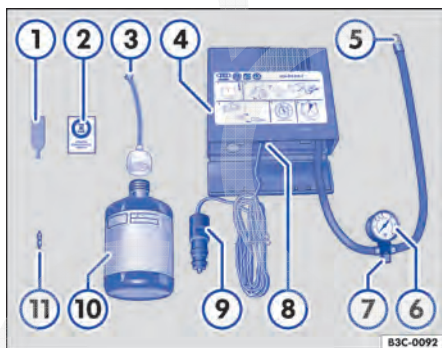

Fig. 163 Representação esquemática: componentes do kit de reparo dos pneus.
O kit de reparo dos pneus é composto pelos seguintes componentes → Fig. 163:
12. Colar o adesivo \Rightarrow Fig. 163  do kit de reparo dos pneus no painel de instrumentos, no campo de visão do condutor.
- Com a chave para remoção do elemento da válvula \Rightarrow Fig. 163 , desrosquear o elemento da válvula do pneu e colocá-lo sobre uma superfície limpa.
- Agitar a garrafa para enchimento dos pneus \Rightarrow Fig. 163  algumas vezes com força.
- Rosquear a mangueira de enchimento \Rightarrow Fig. 163  com firmeza no sentido horário sobre a garrafa para enchimento dos pneus. A película na tampa é perfurada automaticamente.
- Remover o bujão da mangueira de enchimento \Rightarrow Fig. 163  e introduzir a extremidade aberta totalmente na válvula do pneu.
- Rosquear novamente o elemento da válvula com a chave para remoção do elemento da válvula \Rightarrow Fig. 163  na válvula do pneu.
- Rosquear a mangueira de enchimento dos pneus ⇒ Fig. 163 (5) do compressor de ar com firmeza na válvula do pneu.
- Verificar se o parafuso de sangria de ar ⇒ Fig. 163 (7) está fechado.
- Encaixar o conector do cabo ⇒ Fig. 163 (9) em uma tomada 12 V do veículo ⇒ Página 150.
- Ligar o compressor de ar com o interruptor LIGA-DESLIGA ⇒ Fig. 163 (8).
Reconectar a mangueira de enchimento dos pneus ⇒ Fig. 163 (5) e ler a pressão dos pneus no indicador da pressão dos pneus (6).